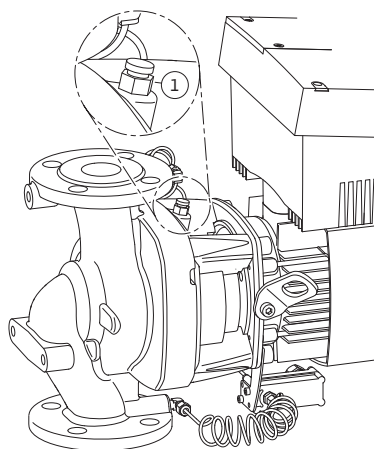

Fig. 47: Βαλβίδα εξαέρωσης
- Εξαερώστε τις αντλίες χαλαρώνοντας τις βαλβίδες εξαέρωσης (Fig. 47, θέση 1). Η ξηρή λειτουργία καταστρέφει τον μηχανικό στυπιοθλίπτη της αντλίας. Το αισθητήριο διαφορικής πίεσης δεν επιτρέπεται να εξαερώνεται (κίνδυνος καταστροφής).